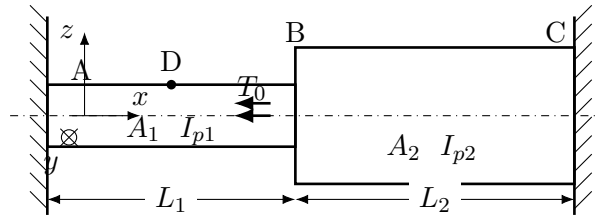

図 3
- (1) 温度を ΔT 上昇させた時, 部分 AB, BC に生じる熱応力 σ_1, σ_2 を求めよ.
- (2) 図 3 のように断面 B にトルク T_0 が作用する時, 支持トルク T_A, T_C , 最大せん断応力 τ_{AB}, τ_{BC} , B 点のねじれ角 Ψ_B を求めよ.
- (3) ΔT 上昇かつ T_0 作用時, 点 $D\left(\frac{L_1}{2}, 0, \frac{d_1}{2}\right)$ における微小要素の応力とモールの応力円を求め, $\sigma_{\max}, \tau_{\max}$ を求めよ.